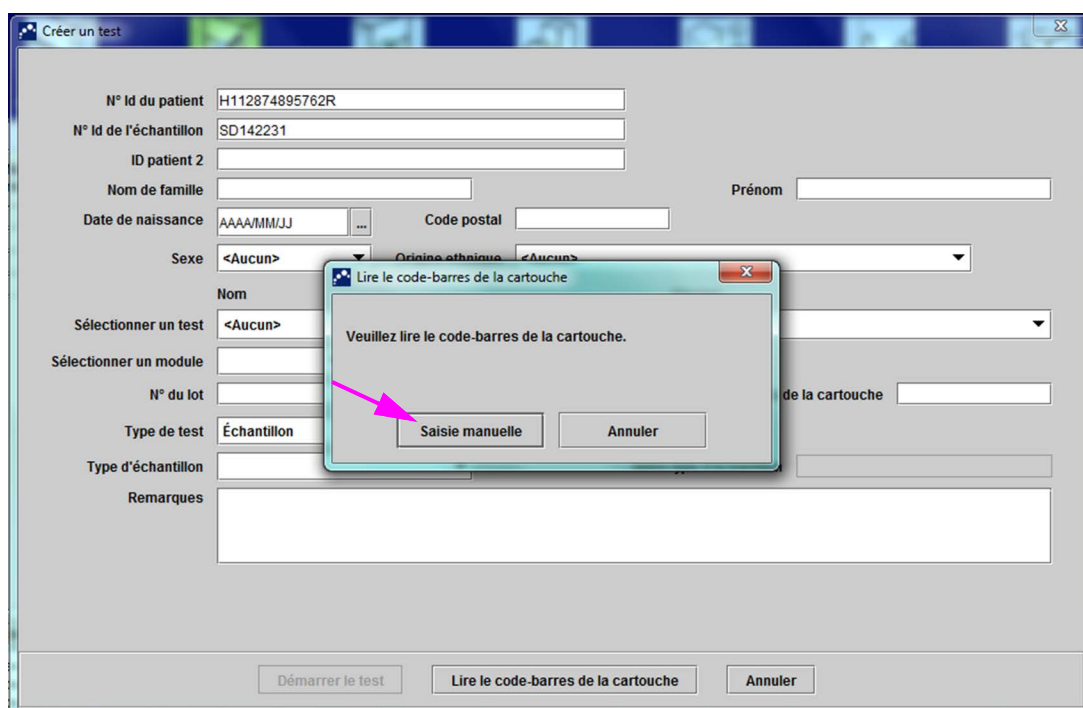

Figure 5-21. Boîte de dialogue Lire le code-barres de la cartouche
3. Lisez le code-barres du n° Id de l'échantillon à l'aide du lecteur de code-barres fourni. Voir la Section 5.5. La boîte de dialogue Lire le code-barres de la cartouche apparaît. Voir Figure 5-21.